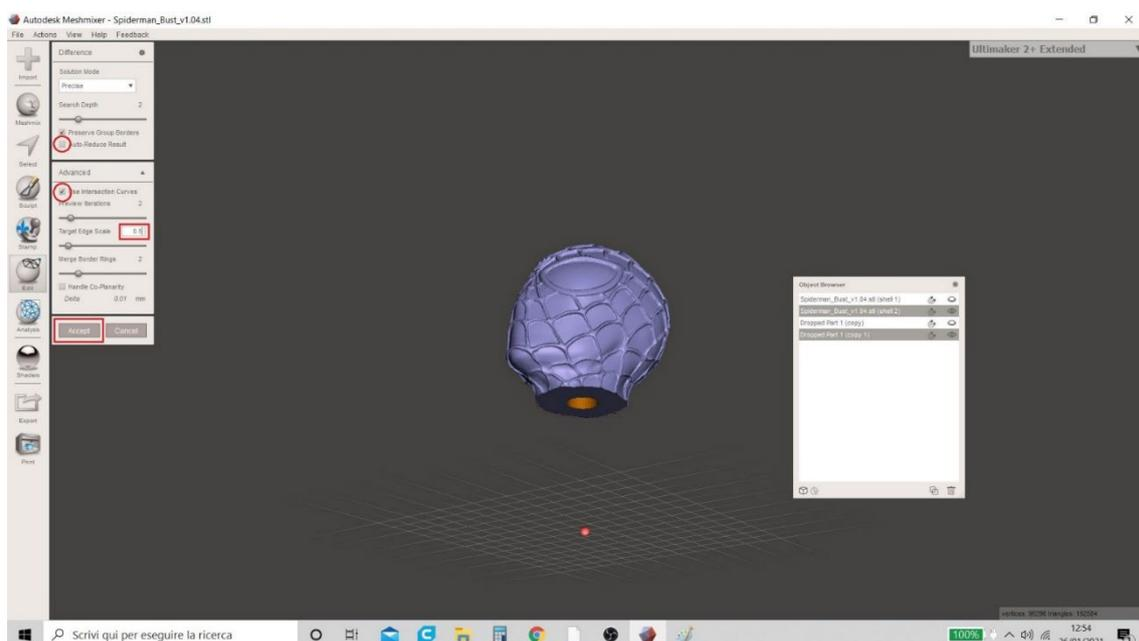

Figura 21 Meshmixer
14. Todas las operaciones se repiten y una vez que se hace clic en "Aceptar", el usuario también verá el orificio en el modelo "Shell 2" (Figura 21 Meshmixer).